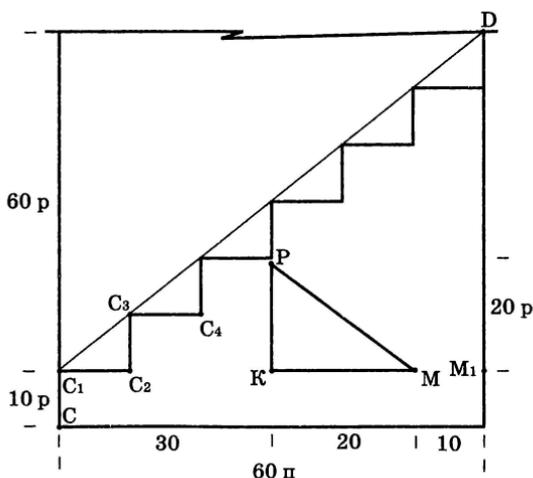

Рис. 65. Геометрическая отделка
**Пример расчета и выполнения геометрической отделки (рис. 65).**